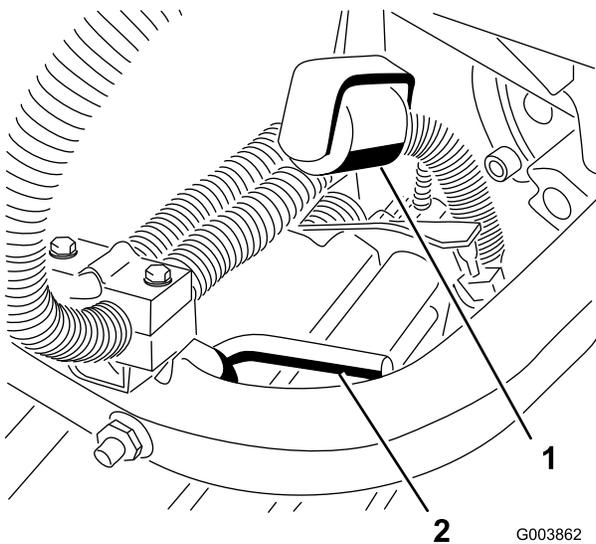

Figure 12
10. Vérifiez le réglage des galets de blocage (Figure 12). Lorsqu'ils sont correctement réglés, ils touchent les leviers de blocage sur les bras de levage arrière et supportent les plateaux de coupe quand ils sont relevés à la position maximale.